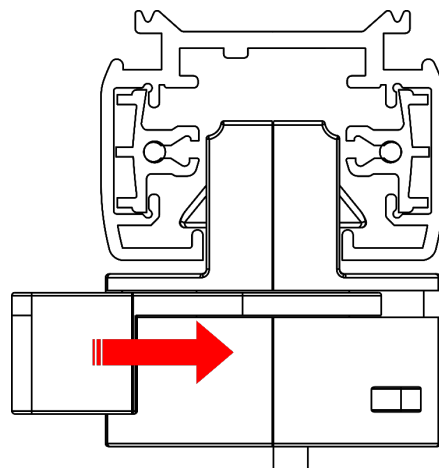

Fig. 08
- 03) Insérez l'**adaptateur de rail (01)** dans le rail et poussez-le jusqu'à ce qu'il s'enclenche.
- 04) Déplacez le **verrou de rail (06)** pour bloquer l'appareil dans le rail (voir fig. 08).